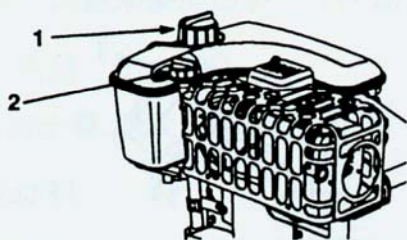

图 12
2. 清洁测深尺周围区域。(图 12))
3. 旋下测深尺。(图 12)
1. 清洁汽油箱盖周围区域。(图 12)